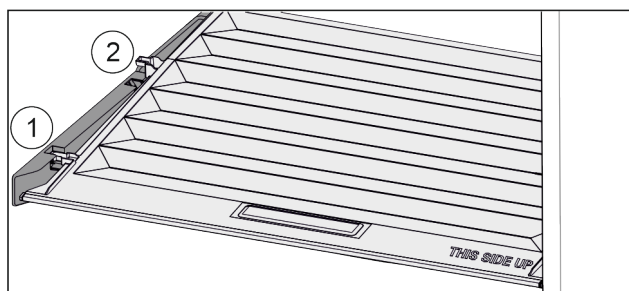

Fig. 34
- ▶ 将盖子向前拉 Fig. 34 (1)至定位件开口。
- ▶ 从下方抬起后端并向上将其移出 Fig. 34 (2)。